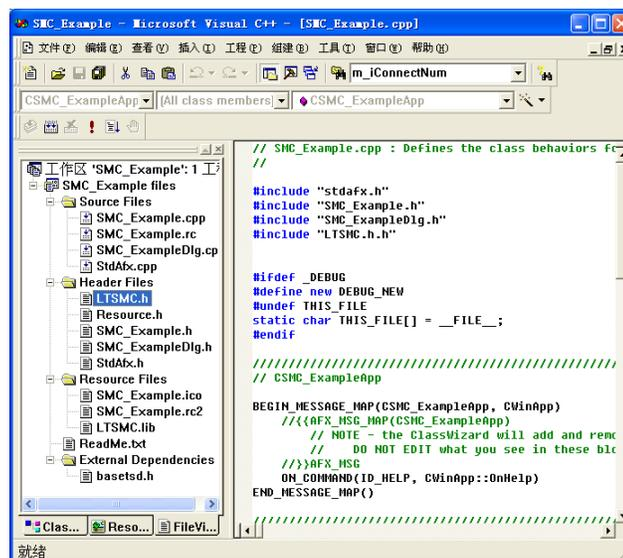

图6-7 程序增加头文件
10) 打开SMC_EXAMPLE.cpp 文件，在程序开始部分添加相应语句：#include “LTSMC.h”，如图6-7所示。